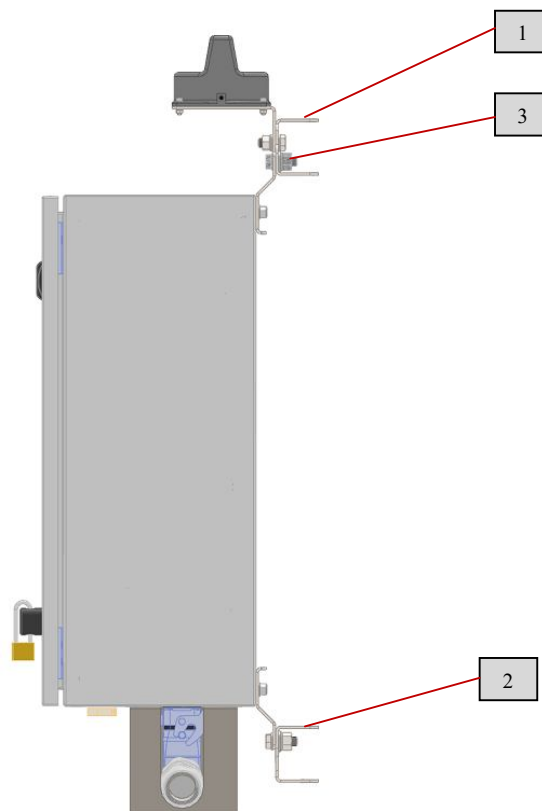

Рис.15 Приведение шкафа управления в монтажное состояние
Для приведения шкафа управления в состояние монтажа (рис.15) следует снять верхний (1) и нижний швеллеры (2). Для этого необходимо отвинтить восемь болтовых соединений M10 (3).